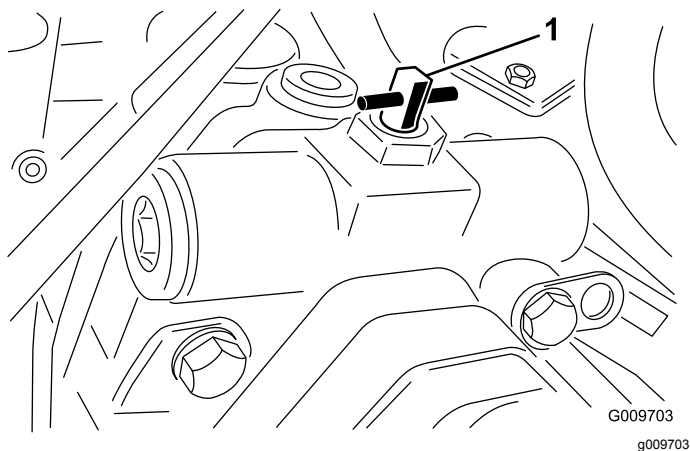

Рисунок 63
3. Поверните перепускной клапан на 90° (1/4 оборота) в любом направлении, чтобы открыть его и обеспечить внутренний перепуск масла (**Рисунок 63**).
- Поверните перепускной клапан на 90° (¼ оборота) в любом направлении, чтобы открыть его и обеспечить внутренний перепуск масла (Рисунок 63).